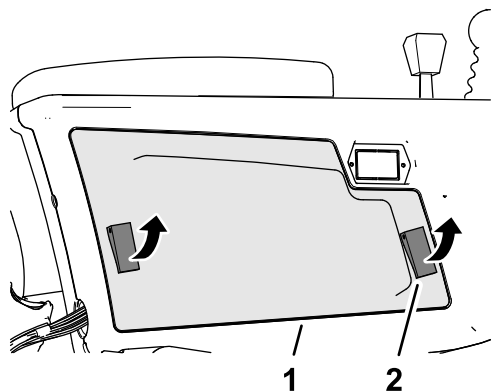

Figura 87
2. Abra los 2 enganches que sujetan la cubierta del brazo de control al brazo de control, y retire la cubierta (Figura 87).